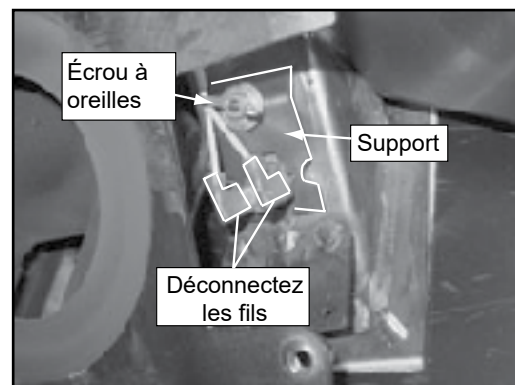

Figure 23.3
8. Déconnectez les fils du disque d'arrêt n° 2 (**Figure 23.3**).